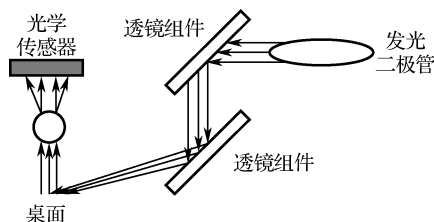

图 9-13 光电鼠标的工作原理图
(1) 机械式鼠标的工作原理。机械式鼠标通过底部中间的一个塑胶圆球的滚动来带动纵向和横向的两个轴杆和有光栅的轮盘转动，通过两个轮盘上的光栅孔对光电管信号的开通和阻断，使电路产生 X、Y 两列脉冲计数信号，代表上下和左右移动的坐标值，输送到计算机里进行光标位置处理。
(2) 光电鼠标的工作原理。如图 9-13 所示，光电鼠标内部有一个发光二极管，通过它发出的光线，可以照亮光电鼠标底部表面。此后，光电鼠标经底部透镜组件反射回的一部分光线，通过一组光学透镜后，传输到光学传感器内成像。这样，当光电鼠标移动时，其移动轨迹便会被记录为一组高速拍摄的连贯图像，被光电鼠标内部的一块专用图像分析芯片 (DSP，数字微处理器) 分析处理。该芯片通过对这些图像上特征点位置的变化进行分析，来判断鼠标的移动方向和移动距离，从而完成光标的定位。大部分光电鼠标均采用红色 LED 灯作为光源，因为在可见光谱中，红色光的波长最长，它的穿透性也最强。